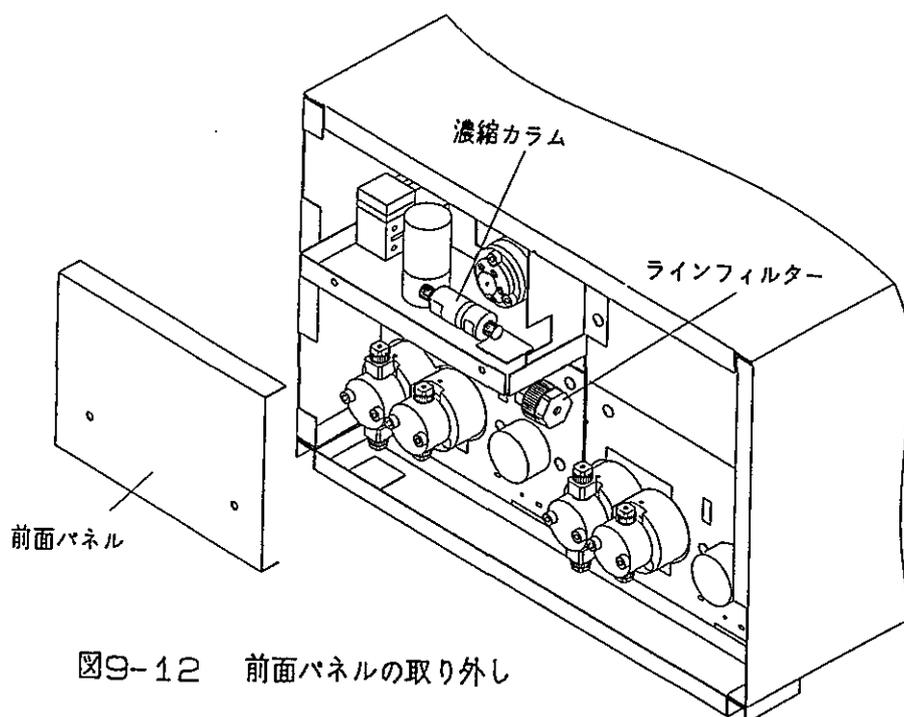

図9-12 前面パネルの取り外し
(1)Pi500 前面ドアを開け、溶離液ポンプ上部のパネルを取り外します。(図 9.12)